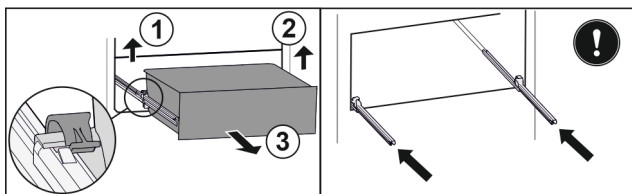

Fig. 138
- ▶ Zvedněte levou svorku a současně vytáhněte zásuvku vlevo dopředu. Fig. 138 (1)
- ▶ Zvedněte pravou svorku a současně vytáhněte zásuvku vpravo dopředu. Fig. 138 (2)
- ▶ Vyjměte zásuvku dopředu. Fig. 138 (3)